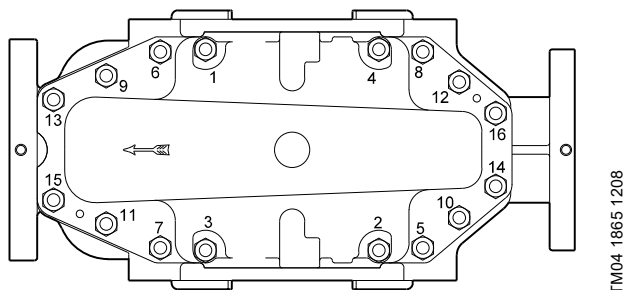

Рис. 1 Последовательность затягивания для винтов поз. 26с
4. Установить винты (26d) и затянуть их, но не до конца, в последовательности, показанной на рис. 1 (только для насосов типа LS 65-50-330).
5. Установить винты (26с) и затянуть их, но не до конца, в последовательности, показанной на рис. 1.
6. Затянуть винты (26d) с требуемым крутящим моментом. См. раздел 2.3.1 Моменты затяжки. Последовательность затягивания винтов показана на рис. 1 (только для насосов типа LS 65-50-330).
7. Затянуть винты (26с) с требуемым крутящим моментом. См. раздел 2.3.1 Моменты затяжки. Последовательность затягивания винтов показана на рис. 1.